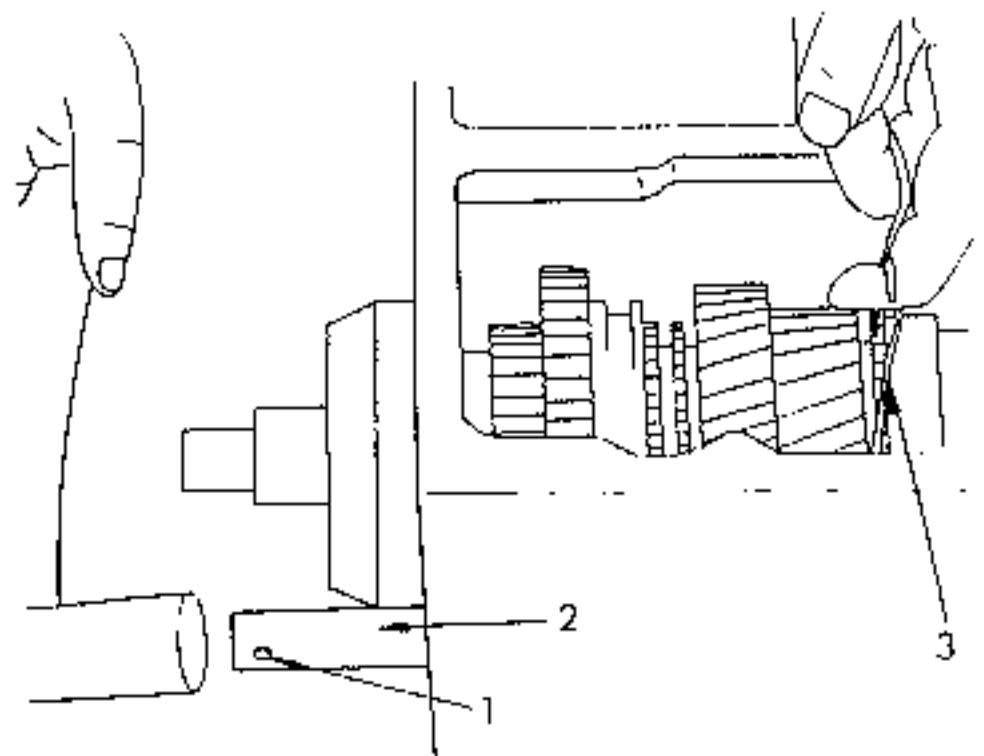

Bild 73
- Dichtring (36) des vorderen Deckels mit einem Schraubenzieher herausdrücken und einen neuen Dichtring gerade einschlagen. Dichtung des Deckels mit Dichtungsmasse einschmieren und die Dichtung so auflegen, dass das Ölrücklaufloch im Gehäuse frei bleibt. Deckel aufsetzen und Schrauben mit 45 Nm festziehen.
- Eine Drahtschlinge um das Vorgelege legen und die Welle anheben, bis die Vorgelegewelle mit einem Kunststoffhammer eingeschlagen werden kann. Welle nur vorsichtig einschlagen, um die Anlaufscheibe nicht zu beschädigen. Darauf achten, dass die Bohrung für den Spannstift waagrecht liegt, und Welle vollkommen einschlagen (Bild 73).